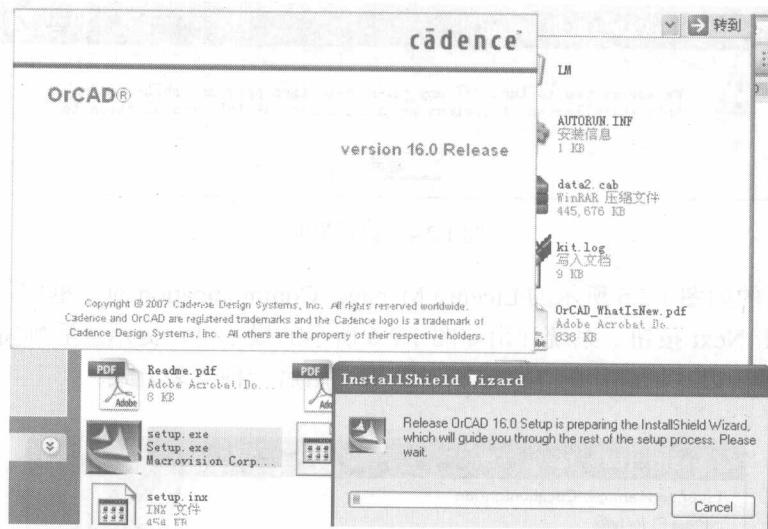
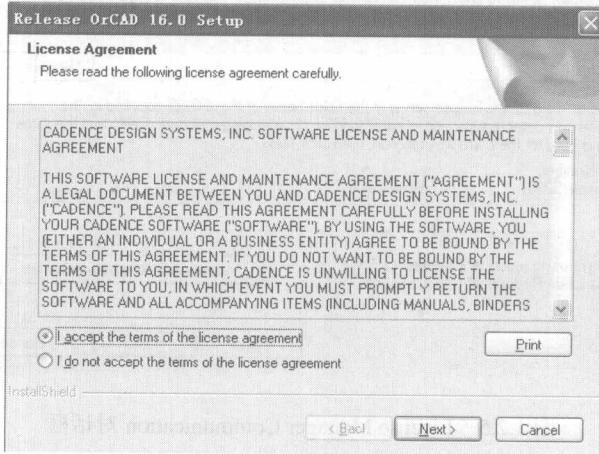

图 1.2.1 步骤 1 界面
图 1.2.2 许可证书认证界面
(1) 打开光盘，双击“setup.exe”文件，程序弹出如图 1.2.1 所示界面。之后，出现许可协议认证界面，如图 1.2.2 所示。
(2) 在图 1.2.2 中选择“I accept the terms of the license agreement”，单击 Next 按钮，系统正式开始安装程序。